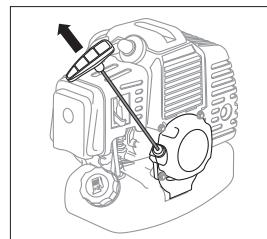

rys. 9
4. Ustawić dźwignię przesłony powietrza w górnym położeniu || «Zamknięte» (Rys. 9).
7. Ustawić dźwignię przesłony powietrza (Rys. 9) w położeniu środkowym.